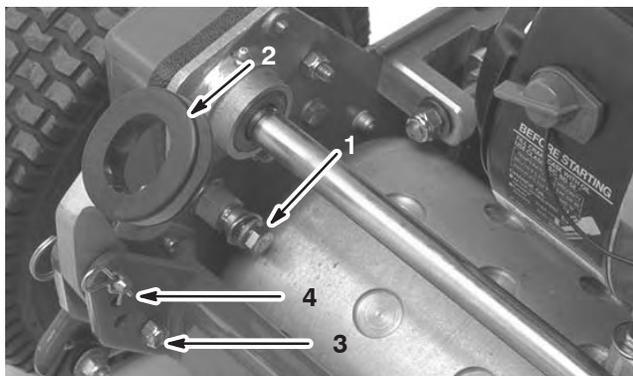

Figure 1
1. Retirez la vis d'assemblage, la rondelle et la rondelle-frein de l'axe de montage de chaque côté de la tondeuse, comme illustré à la Fig. 1.
2. Retirez les vis et les contre-écrous fixant le bas des bras du guidon de chaque côté de la tondeuse, comme illustré à la Figure 1.
3. Enlevez les goupilles fendues et les axes de chape de fixation des bras à l'arrière du bâti (Fig. 1).
4. Insérez les extrémités du guidon dans les trous des bras du guidon et placez les trous en face des axes de montage (Fig. 1).
- Retirez les goupilles fendues des axes de chape de chaque côté de la tondeuse (Fig. 1).
- Tout en soutenant le guidon, retirez les axes de chape de chaque côté pour monter ou descendre le guidon à la hauteur requise. (Fig. 1).